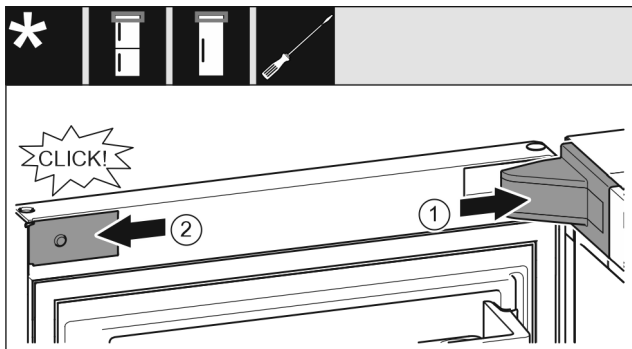

Fig. 23
- ▶ Namestite pokrov ležajnega podstavka Fig. 23 (1) in ga zaskočite, po potrebi ga previdno potisnite narazen.
- ▶ Namestite zaslonko Fig. 23 (2) in jo zatakните.